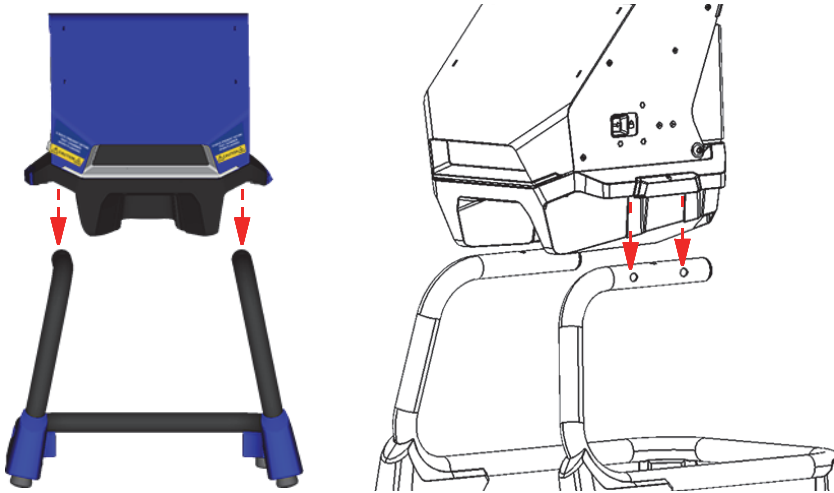

图 B-7 放置在支架上方的样品舱
2. 搬起样品舱，将其举到支架的上方（参见第111页的图 B-7）。